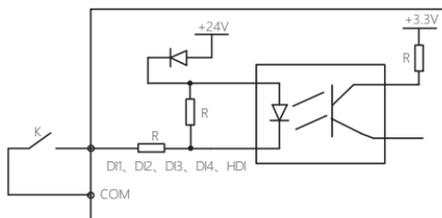

图5-7 使用内部+24V电源的连线方式
a) COM是DI1~DI4及HDI的公共端子，端子固定接+24V。DI1~DI4及HDI与外部典型的接线方式如图5-7和5-8所示：